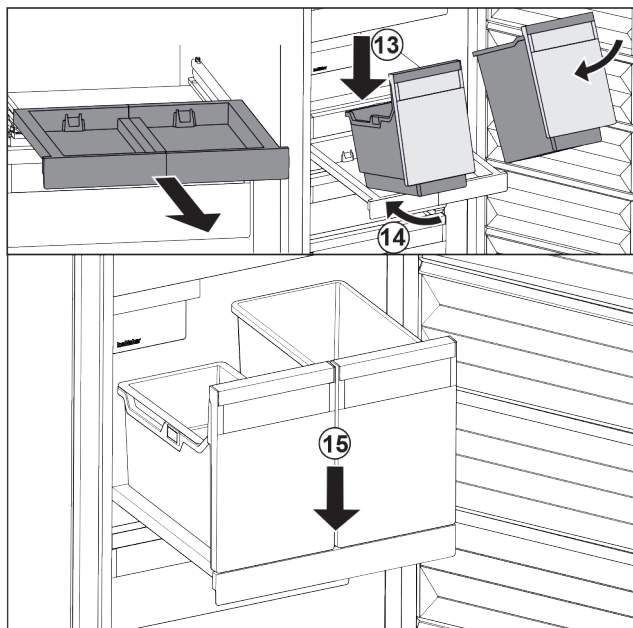

Fig. 31
- ▶ Встановити резервуар на витяжну панель навкоси. Fig. 31 (13)
- ▶ Насунути резервуар навкоси до заду. Fig. 31 (14)
- ▶ Резервуар опустити спереду. Fig. 31 (15)